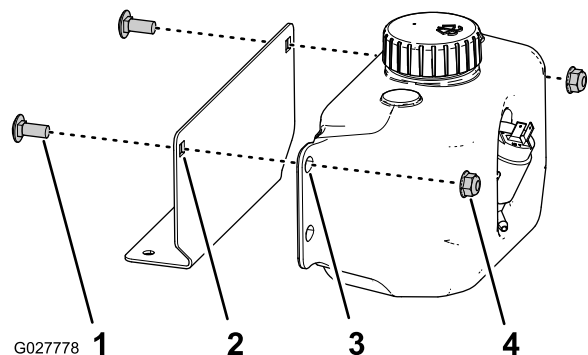

Figura 35
1. Instale el depósito de líquido de lavaparabrisas en el soporte de montaje de la botella de limpiador con los 2 pernos de cuello cuadrado (5/16" x 3/4") y 2 contratuercas (5/16"), tal y como se muestra en la Figura 35.